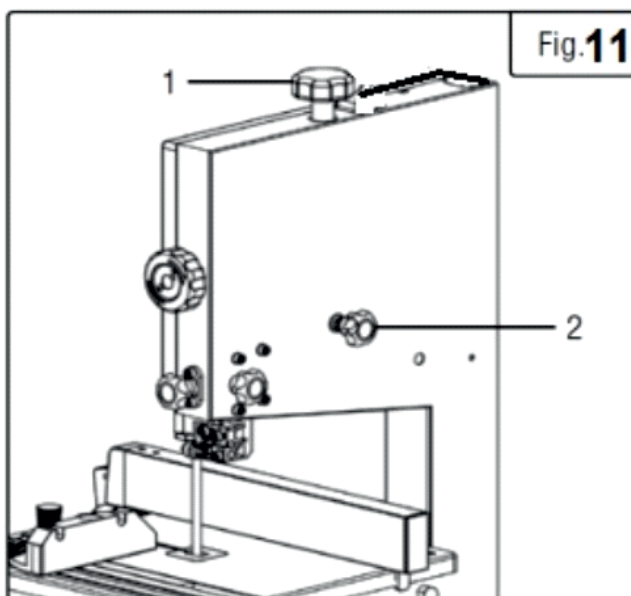

Рис. 11
3. Поверните ручку натяжения полотна (Рис. 11 –1), чтобы ослабить его натяжение.